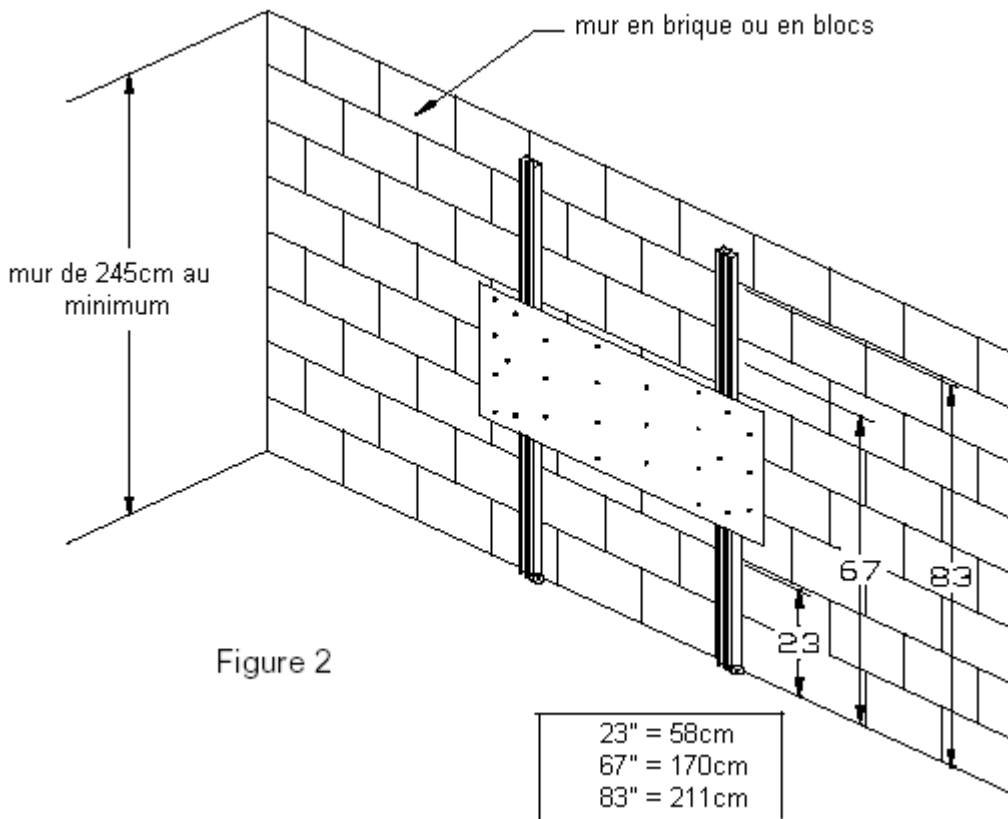

Figure 2
Attacher les supports verticaux au mur (Figure 2)
1. Mettez les supports et le panneau central contre le mur dans la position voulue pour les rainures soient contre le mur. Quand cet assemblage est vertical, les deux pièces intérieures des rainures glissent vers le sol tandis que les parties extérieures des rainures restent sur les roues (voir figure 2).